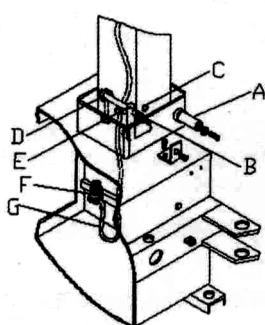

Рис. 5
Установите станок в выбранное место и зафиксируйте его анкерными болтами. Поднимите отклоняющийся кронштейн и вставьте насосный шланг (G) в отверстие (рис.5) (Не сгибайте шланг). Достаньте деталь А (рис.5) из набора комплектующих, отвинтите колпачок и вставьте её в отверстие, проходящее через корпус станка и нижнюю часть отклоняющегося кронштейна, затяните винт. Достаньте деталь В (рис.5) из набора комплектующих, открутите пружину с одной стороны, вставьте деталь В в отверстие, проходящее через детали D, E, далее закрутите пружину. Снимите крышку станка. Соедините насосный шланг (G), проходящий внутри основного корпуса станка, с деталью F.